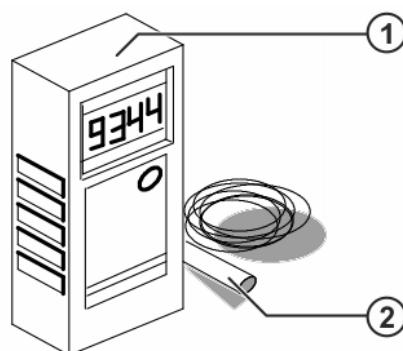

Abb. 10-2: Frequenz-Messgerät
3. Frequenz-Messgerät in Betrieb nehmen (>>> Abb. 10-2).